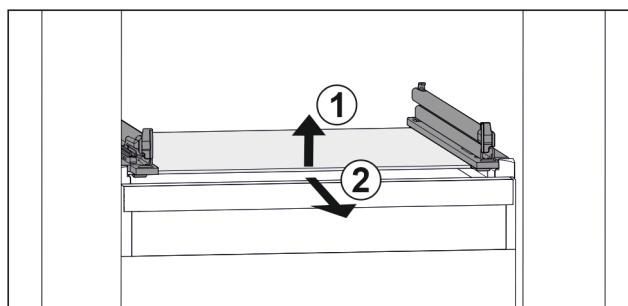

Fig. 76 Примерное отображение стеклянной пластины
- Приподнимите стеклянную пластину спереди. Fig. 76 (1)
- Извлеките стеклянную пластину движением вперед. Fig. 76 (2)